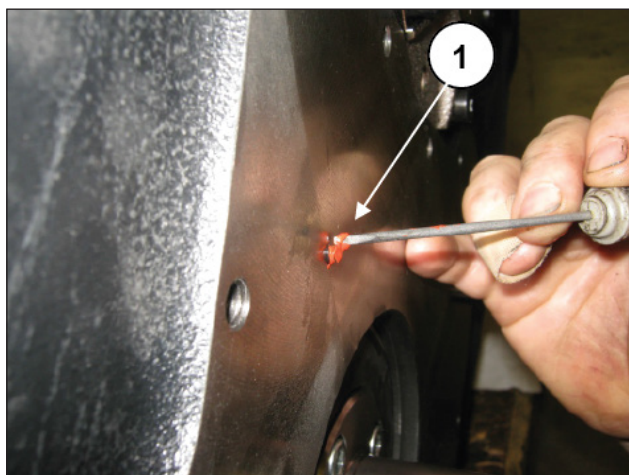
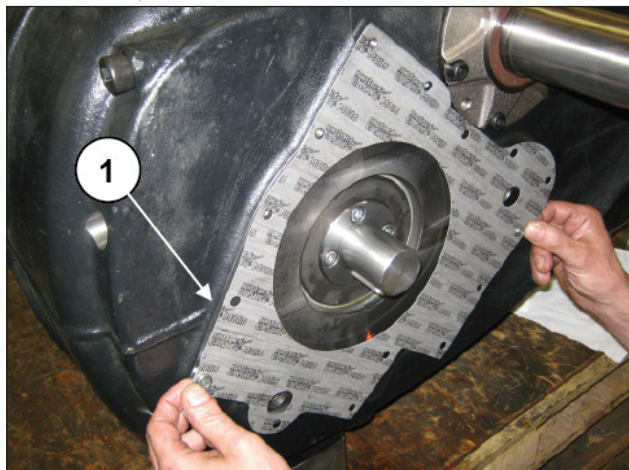

图 116
图 126
在O形密封圈的所有与平垫圈接触的凸出部分 (图 116) 涂抹硅密封胶, 如MOTORSIL D (Arexons) (位置①)。
装上曲轴盖和相关的密封圈(预先用硅密封胶涂抹凸出的O形环, 请参阅图 116, 拧紧M8螺栓 (①, 图 121 - 图 122)。
安装扁平垫圈（位置①，图 126），预先用硅密封胶涂抹凸出的O形环（见图 116）。